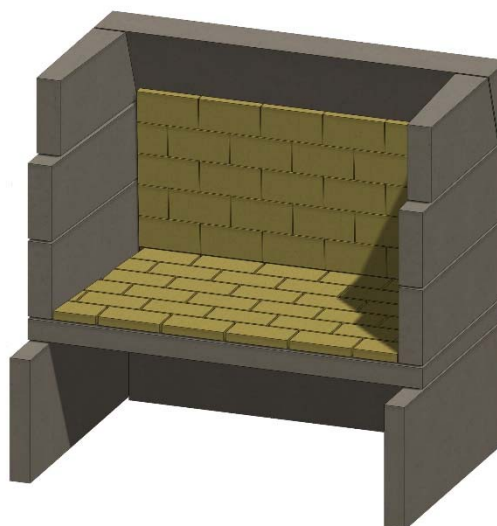

Figure 18. Mur arrière en briques réfractaires
K. Installez de la brique réfractaire sur le mur arrière, avec la brique posée sur le bord. Voir la figure 18.